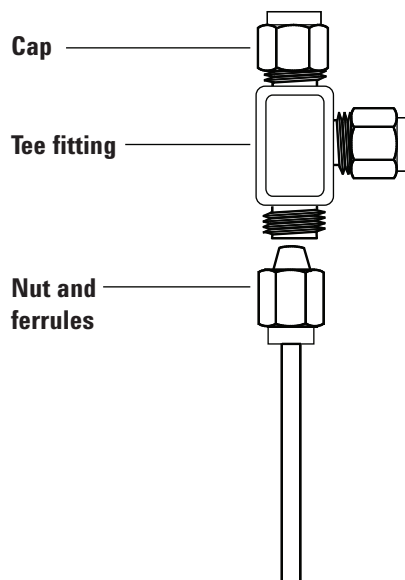

Abbildung 21. Swagelok-T-Stück
- 1 Schneiden Sie die Leitung dort durch, wo Sie das T-Stück installieren möchten. Verbinden Sie Leitung und T-Stück mit einem Swagelok-Fitting. Siehe **Abbildung 21**.